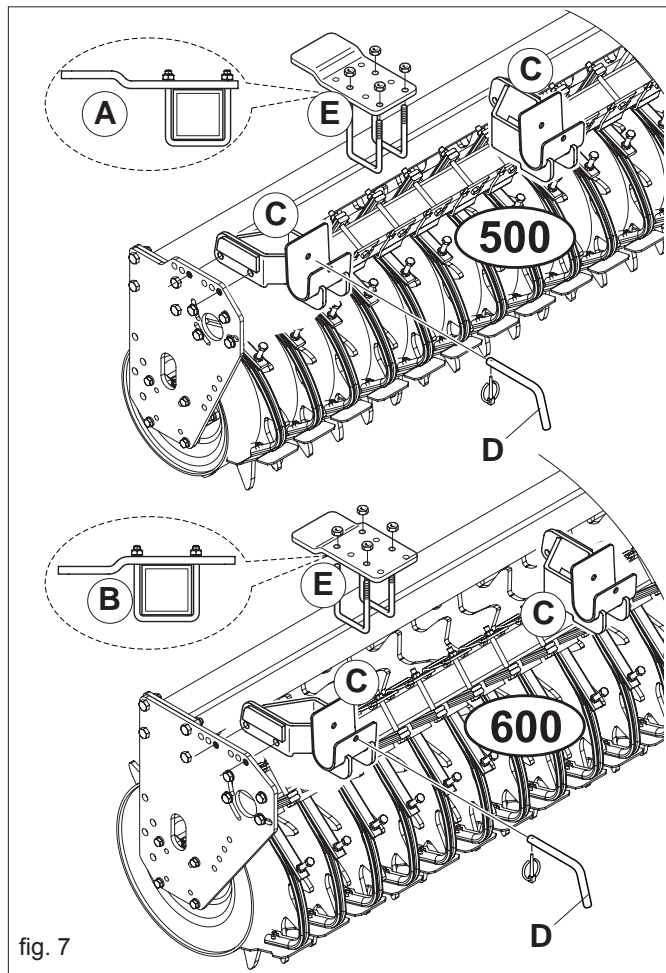

fig. 7
- Montare i due supporti seminatrice (C, Fig. 7) sulle fiancate del rullo posteriore dell'erpice rotante come indicato in Figura 7.
- Rullo Ø 500 = posizione A (Fig. 7);
- Rullo Ø 600 = posizione B (Fig. 7);
- 2) Rimuovere le spine a scatto e sganciare i perni di sicurezza (D, Fig. 7).
- 4) Riposizionare i perni di sicurezza con le apposite spine a scatto (D, Fig. 7).